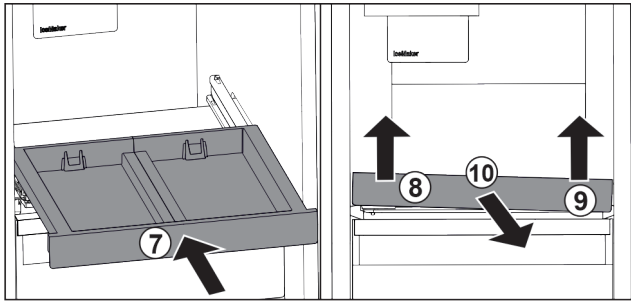

Fig. 106
- ▶ Wsunąć wysuwaną półkę. Fig. 106 (7)
- ▶ Unieść wysuwaną półkę z przodu po lewej. Fig. 106 (8)
- ▶ Unieść wysuwaną półkę z przodu po prawej. Fig. 106 (9)
- ▶ Wyjąć wysuwaną półkę do przodu. Fig. 106 (10)